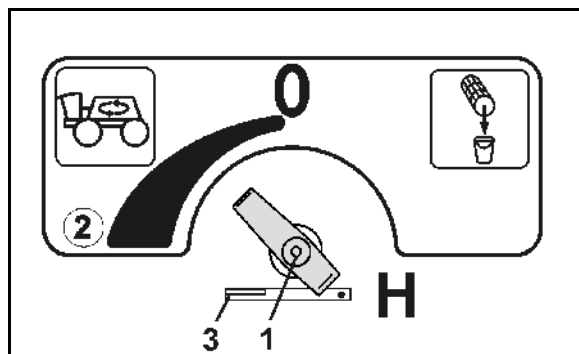

Fig. 62
- Ekstrarøreværket kan indstilles på indstillingshanen (Fig. 62/1).
Ekstrarøreværket er deaktiveret i indstillingshaneposition 0. Maksimale røreydelsen i position (Fig. 62/2).
Sikring af trykfilterets aftapningsfunktion (Fig. 62/3).